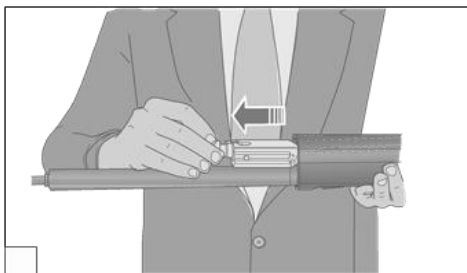

Рис. 17
- вытащите затворную группу из ствольной коробки (рис. 17).